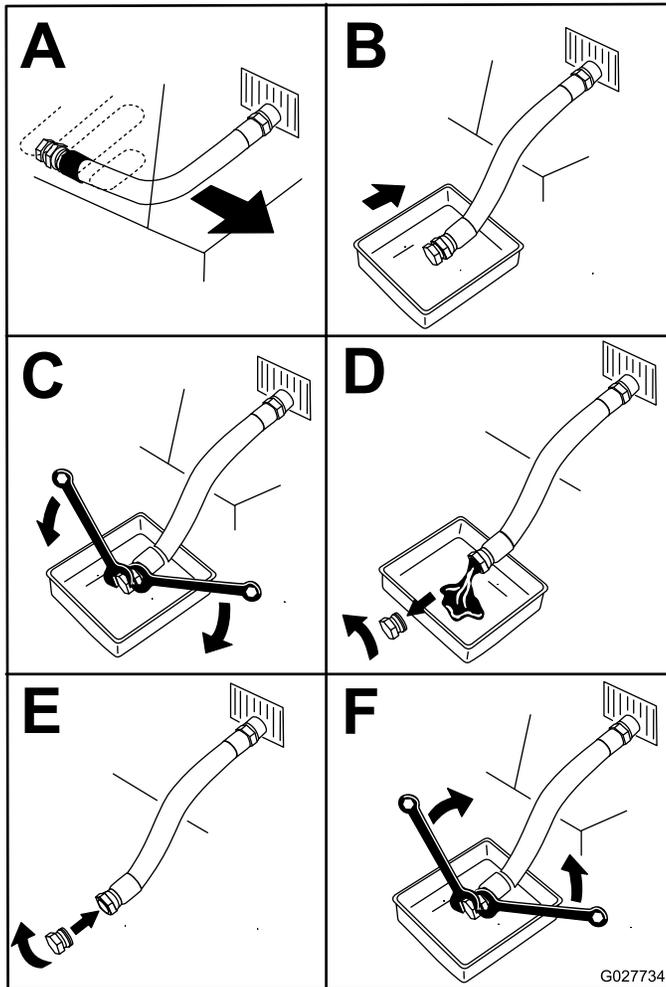

Figure 65
- Vidangez l'huile moteur (Figure 65).